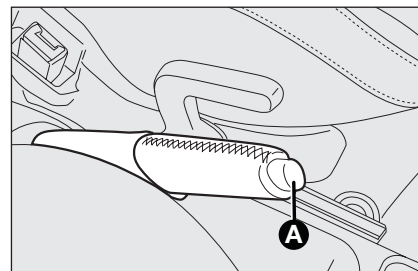

fig. 1
- sollevare leggermente la leva e premere il pulsante di sblocco **A**-fig. 1;